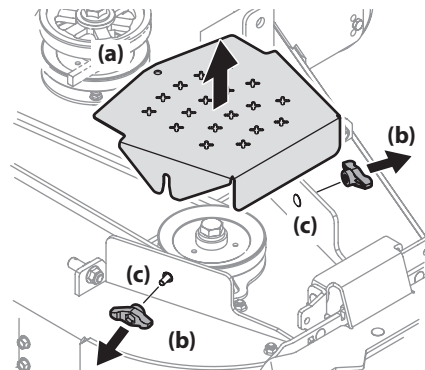

Figura 19
3. Para quitar las cubiertas de la correa (a), quite las perillas de aleta (b) de los tornillos del carro que aleta que la aseguran a la plataforma. Consulte la Figura 19.
4. Retire la correa de alrededor de todas las poleas. En las plataformas de 36", también será necesario extraer una varilla de retención de correa (a). Quite los dos pernos que aseguran la varilla de retención de correa (a) a la plataforma. Consulte la Figura 19.